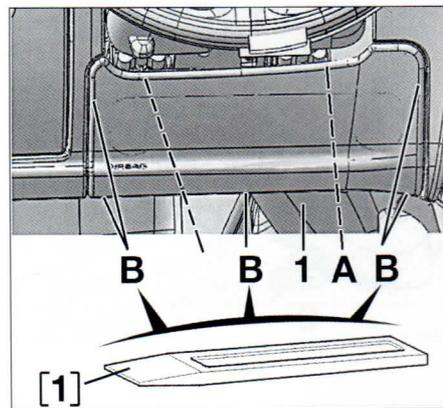

FIG. 7
Desmontar el insonorizante debajo del salpicadero y las 2 fijaciones en (A) (fig. 7)